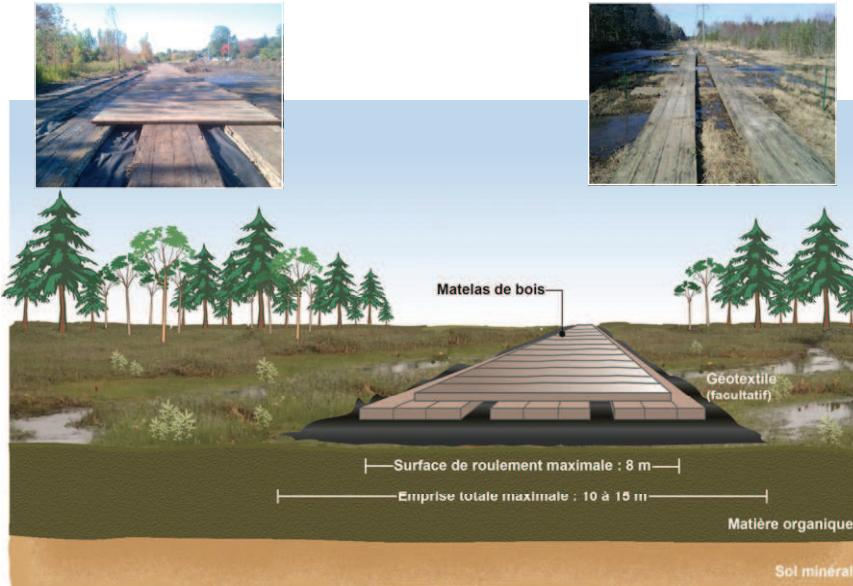

Figure A.8 : Chemin sur matelas de bois avec ou sans membrane géotextile
Chemin sur matelas de bois ou plaques d'acier (figures A.8 et A.9)	Ce type de chemin est utilisé dans les milieux humides de grande valeur écologique pour le déplacement de la machinerie.
- Dans les milieux humides de grande valeur écologique, des matelas de bois ou des plaques d'acier sont utilisés pour le déplacement de la machinerie (figure A.8 et photo A.7). Ils sont retirés à la fin des travaux.